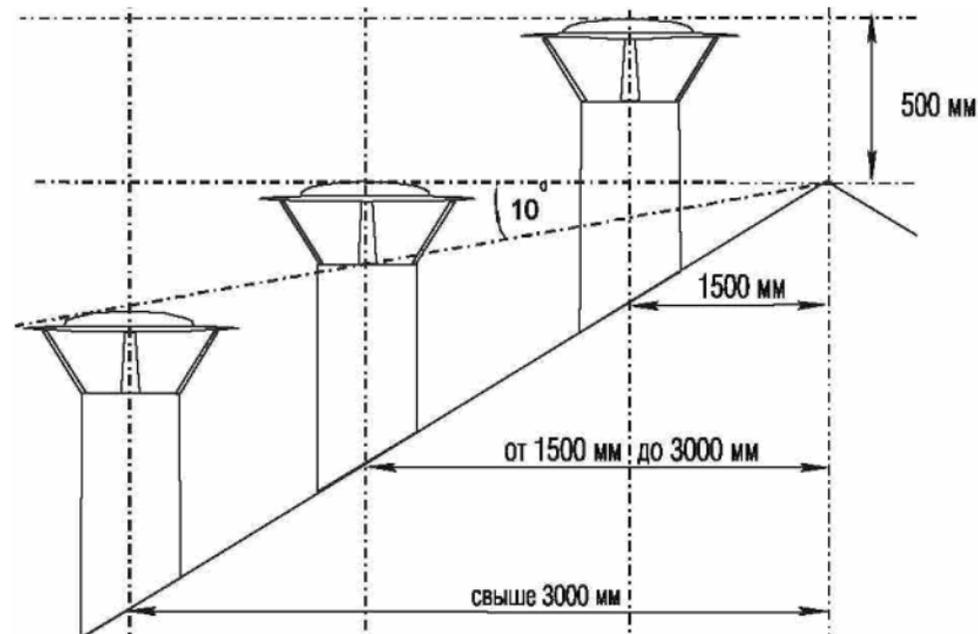

Рис.3. Определение высоты наружной части дымовой трубы
6.7. Возвышение дымовых труб над кровлей следует принимать (см. рис. 3):
7.12. В соответствии с вышеизложенными Требованиями к дымовым каналам п.6 и (рис.3) настоящего Руководства вывести дымовой канал на высоту, гарантирующую стабильность тяги.